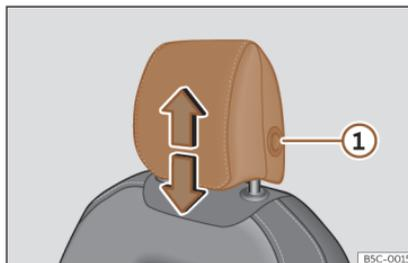
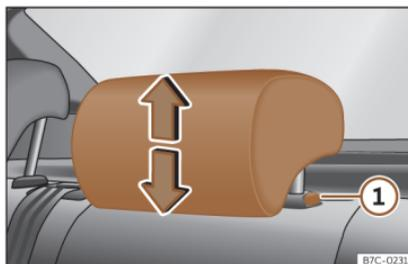

Fig. 107 Asiento delantero: regulación del apoyacabezas.
Fig. 108 Apoyacabezas trasero: regulación del apoyacabezas.
haga la misma acción, pulsando el botón lateral ①»» **fig. 107** »» **fig. 108**.
- Presione el botón lateral»» **fig. 107** ① y extraiga el apoyacabezas.